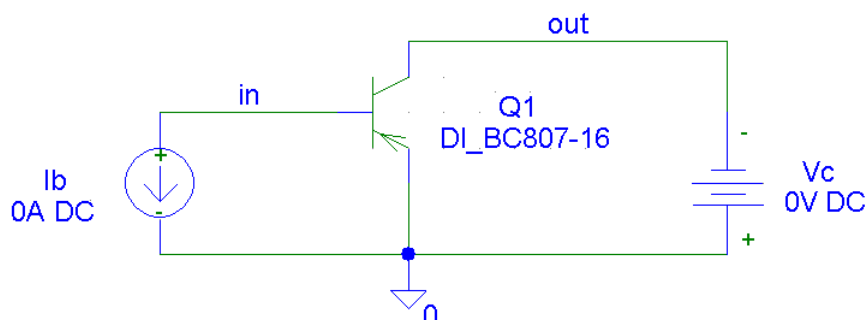

Рисунок 4.14 – Схема измерений выходных статических характеристик БТ
**4.5.1** Собрать схему измерений выходных статических характеристик БТ (рис. 4.14).